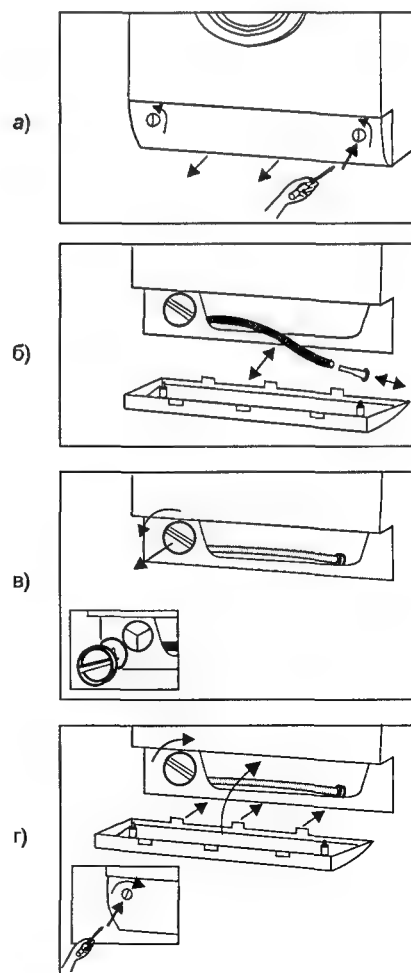

Рис. 3.17.12. Очистка сливного насоса стиральной машины
Конструкция сливного насоса стиральной машины позволяет выполнять его очистку, которая необходима при попадании в крыльчатку насоса посторонних предметов (булавок, пуговиц и т. д.), а также после стирки изделий с ворсом. Последовательность очистки сливного насоса показана на рис. 3.17.12. Перед очисткой насоса
- снимают цокольную панель (см. рис. 3.17.12, а);
- вынимают сливной шланг насоса, извлекая закрывающую его пробку и сливают воду, используя цокольную панель в качестве емкости (см. рис. 3.17.12, б). При необходимости операцию повторяют несколько раз;
- отворачивают крышку сливного насоса и удаляют из полости насоса посторонние предметы (см. рис. 3.17.12, в). Лопasti крыльчатки должны вращаться свободно;
○ устанавливают на место цокольную панель и закрепляют ее (см. рис. 3.17.12, г);